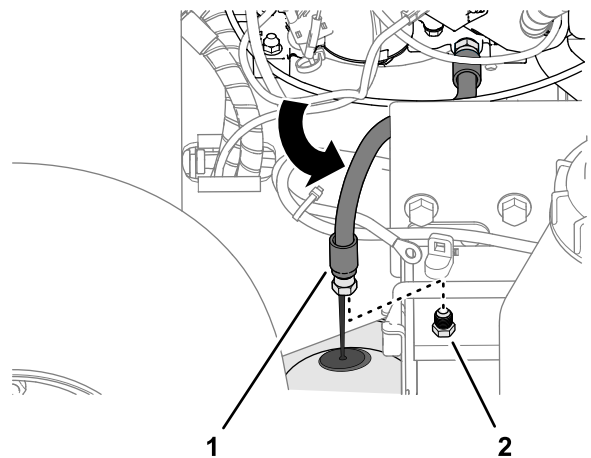

Figura 73
3. Retire la manguera de vaciado de aceite del lado derecho de la máquina, y retire el tapón de la manguera (Figura 73).
4. Instale el tapón de vaciado en la manguera y apriete el tapón (Figura 73).